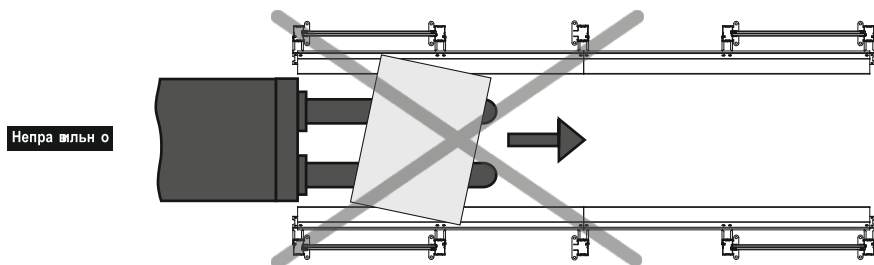

Рисунок 12 - Грузовая единица на вилках погрузчика, установленная с перекосом
- ▶ Не допускается въезжать в стеллаж с грузовой единицей, установленной на вилках грузоподъемной техники с перекосом (рис. 12);